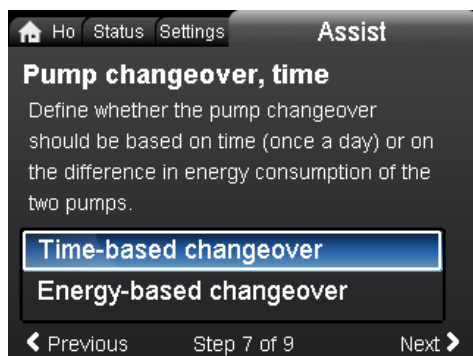

Рис. 48 Переключение
10. Если головные части будут использоваться поочередно, можно выбрать переключение по времени или энергопотреблению. См. рис. 48.